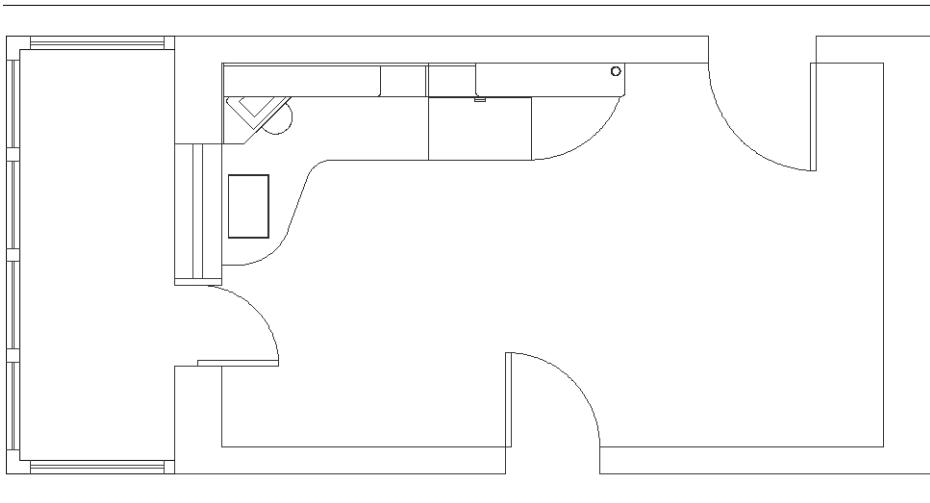

Рис. 7.33 ▼ Все ссылки на определение блока **Окно 500** модифицированы
14. Заморозьте нулевой слой, а затем восстановите предыдущий масштаб просмотра и убедитесь в том, что все оконные блоки теперь приобрели двойные стеклопакеты (рис. 7.33).